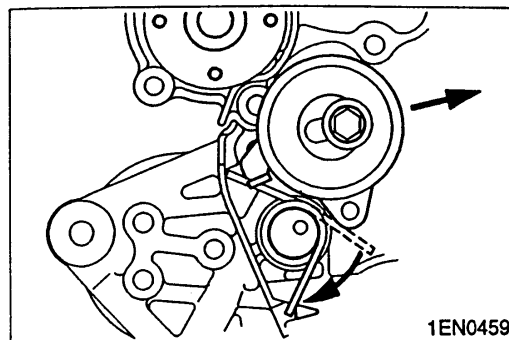
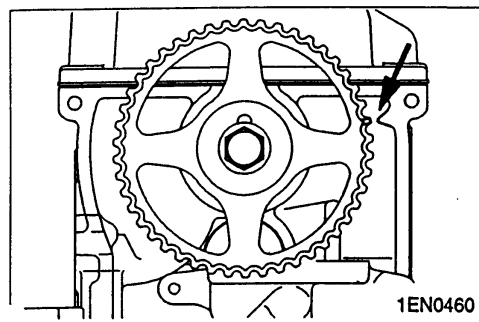

图 3-11
图 3-12
- 夹住张紧器弹簧的另一伸长端, 并如图 3-11 所示将它钩到机油泵壳体凸耳上。
- 以图 3-11 所示方向移动正时皮带涨紧器, 临时涨紧皮带。
(3) 正时皮带的安装
- 如图 3-12 将凸轮轴正时记号与气缸盖的正时记号对准。